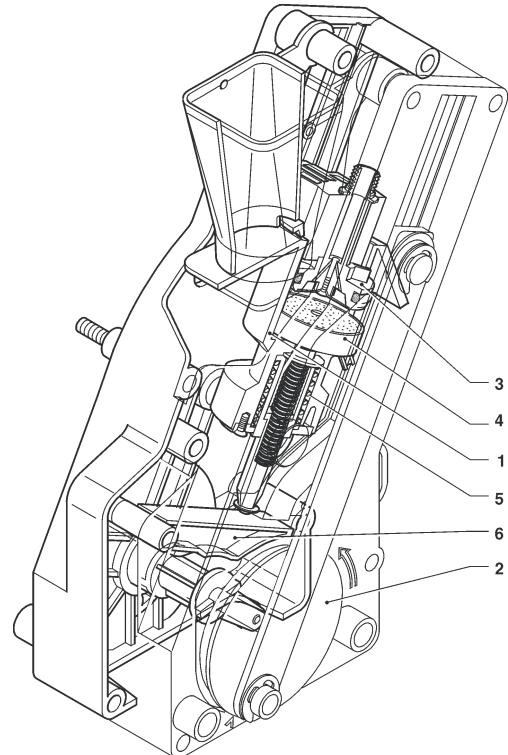

Рис. 15
Рычаг редукторного двигателя, контактирующий с диском (2), расположенным на внешней стороне блока, поворачивается на 180°, заставляя камеру заваривания повернуться и опускать верхний поршень (3) (см. Рис. 15). Под действием давления воды пружина предварительного заваривания (5) погружается, а нижний поршень (4) опускается на 4 мм, таким образом формируя водяную подушку, позволяющую равномерно использовать порцию кофе.